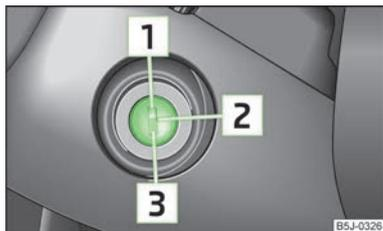

Abb. 79
- Während der Fahrt mit stehendem Motor muss der Zündschlüssel immer in der Stellung **2** » **Abb. 79** auf Seite 80 (Zündung eingeschaltet) sein. Diese Stellung wird durch das Aufleuchten von Kontrollleuchten angezeigt. Wenn das nicht der Fall ist, könnte es unerwartet zur Verriegelung der Lenkung kommen - Unfallgefahr!
- Der Anlasser darf nur betätigt werden (Zündschlüsselstellung **3** » **Abb. 79** auf Seite 80), wenn der Motor steht. Wird der Anlasser bei laufendem Motor betätigt, kann der Anlasser bzw. der Motor beschädigt werden.
Wenn die **Lenkung gesperrt ist** und der Schlüssel sich nicht oder nur schwer in die Position **2** » Abb. 79 drehen lässt, dann ist das Lenkrad etwas hin und her zu bewegen - die Lenkungsverriegelung wird dadurch entriegelt.
- » Das Kupplungspedal ganz durchtreten, die Zündung einschalten **2** » Abb. 79 auf Seite 80 und starten **3** - kein Gas geben. Das Kupplungspedal durchgetreten halten, bis der Motor anspringt.
» **Abb. 79** auf Seite 80.